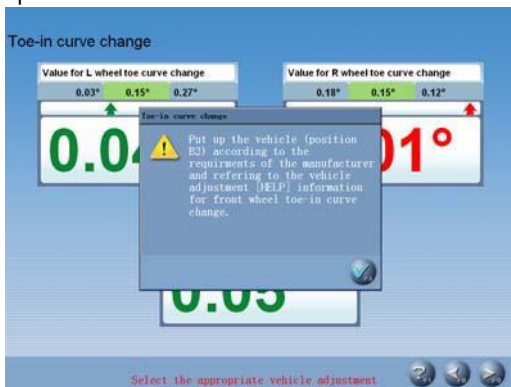

Рис.4.24
4. Поднять автомобиль (в положение В2) в соответствии с указаниями производителя. На экране отображается окно, как показано на рис.4.24: